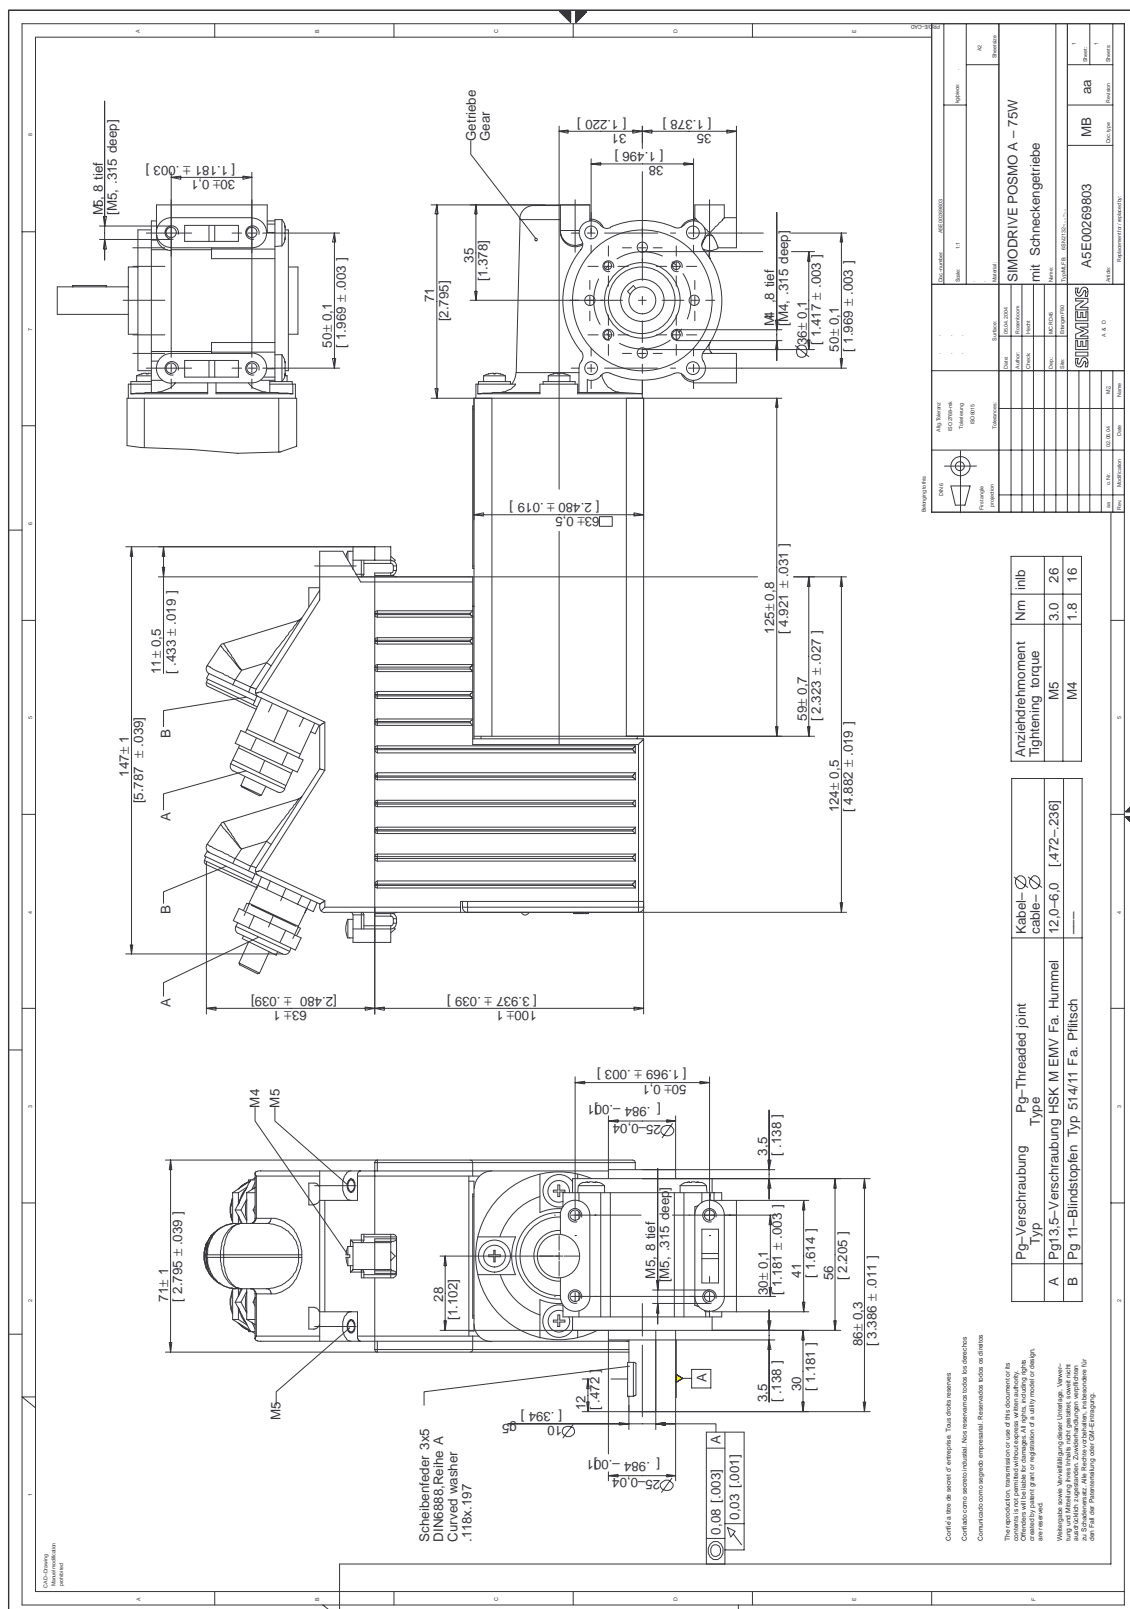

Bild C-3 Maßblatt: SIMODRIVE POSMO A – 75 W mit Schneckengetriebe
- Motor mit Schneckengetriebe —> siehe Bild C-3